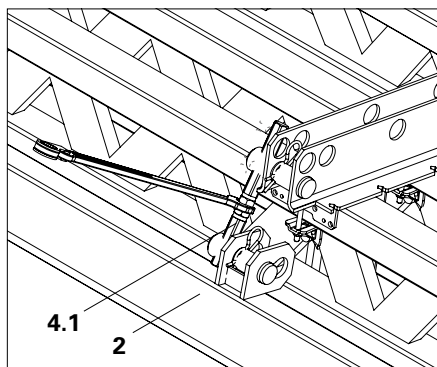

Fig. A5.02a
1. Con il gruppo di regolazione 210 (4.1) regolare la distanza di 14,5 cm tra parte superiore del profilo (2) e parte inferiore della dima, vedi A6.04. (Fig. A5.02a + A5.02b)